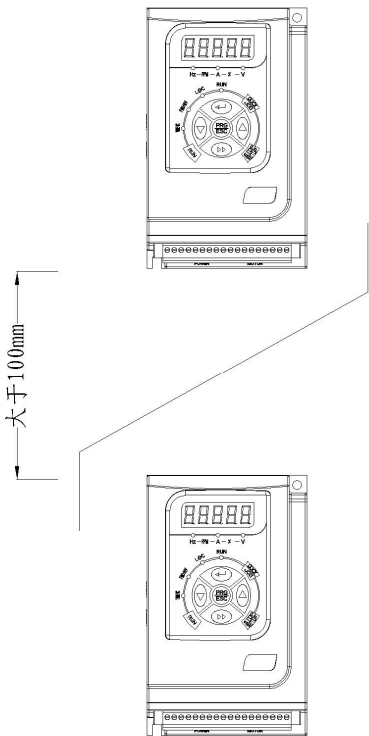

图 3-1 CM510/CM500 变频器安装示意图
1) 请垂直安装变频器，便于热量向上散发。但不能倒置。若柜内有较多变频器时，最好是并排安装。在需要上下安装の場合，请参考图3-1的示意，安装隔热导流板。
2) 安装空间遵照图3-1所示，保证变频器的散热空间。但布置时请考虑